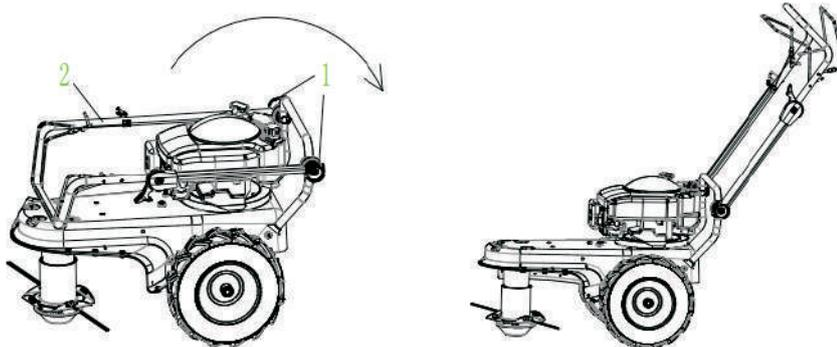

Figura 1 (1: Pomo; 2: Manillar).
1. Suelte la perilla del manillar y gírela en la dirección que se muestra en la figura hasta que alcance la altura adecuada. Apriete la perilla nuevamente. (Figura 1)